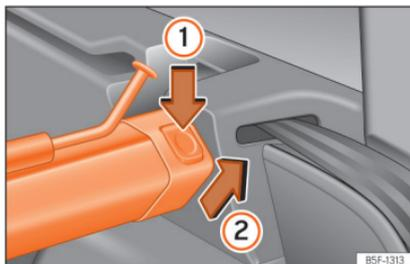

Fig. 142 Na bagageira: desmontar a rede de separação.
- Pressione o botão de desbloqueio esquerdo ou direito »» Fig. 142 no sentido da seta ①.
- Retire a carcaça do suporte no sentido da seta »» Fig. 142 ②.
- Pressione a carcaça nos suportes esquerdo e direito no sentido contrário ao da seta »» Fig. 142 ② até que encaixe.